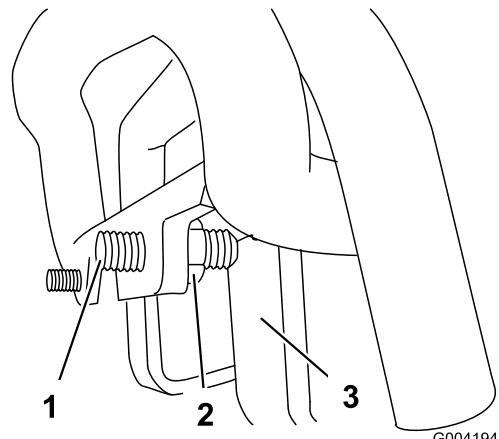

Bild 56
3. Falls die Maschine nach **links** zieht, lockern Sie die **rechte** Klemmmutter und stellen Sie die Spurweiten-Stellschraube vorne am Fahrantrieb ein (Bild 56).
4. Falls die Maschine nach **rechts** zieht, lockern Sie die **linke** Klemmmutter und stellen Sie die Spurweiten-Stellschraube vorne am Fahrantrieb ein (Bild 56).